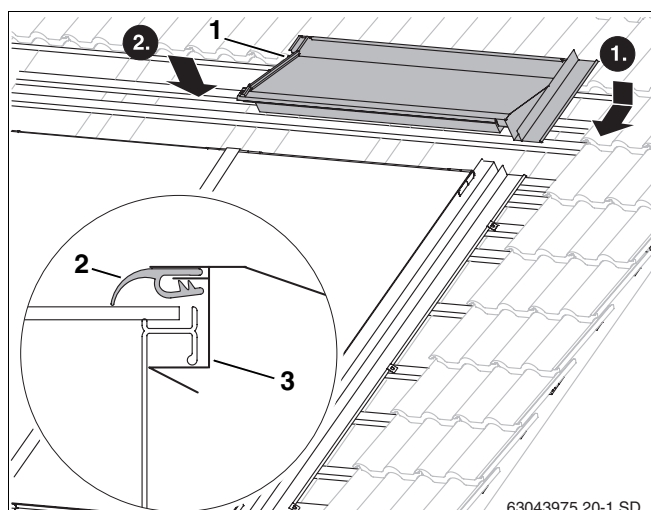

Fig. 56 Lamiera di copertura superiore destra
- Inserire la lamiera di copertura superiore destra (fig. 56, **pos. 1**) nella lamiera di copertura laterale destra.
- Premendo sulla parte superiore della lamiera di copertura, la lamiera si incastra sotto l'impugnatura del telaio dei collettori (fig. 56, **pos. 3**).
- Disporre lo spigolo di gomma (fig. 56, **pos. 2**) sulla parte superiore del collettore.